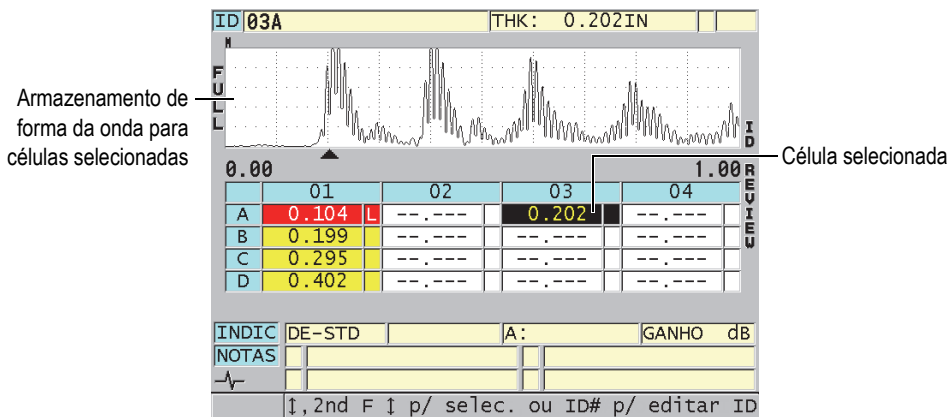

Figura 10-13 A célula da grade de dados selecionada na tela de revisão de ID
3. Na tela de revisão de ID (veja Figura 10-13 na página 168):